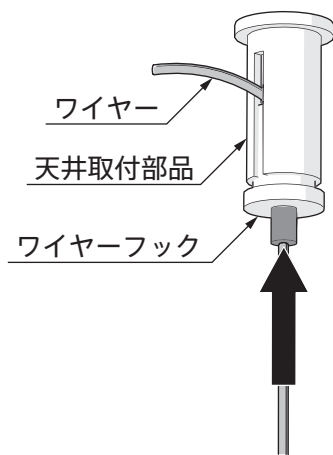

図 15
12. 本体フレームが水平になるようにワイヤーフックの先を押しながら仮通したワイヤーの長さを調整します。(図15)